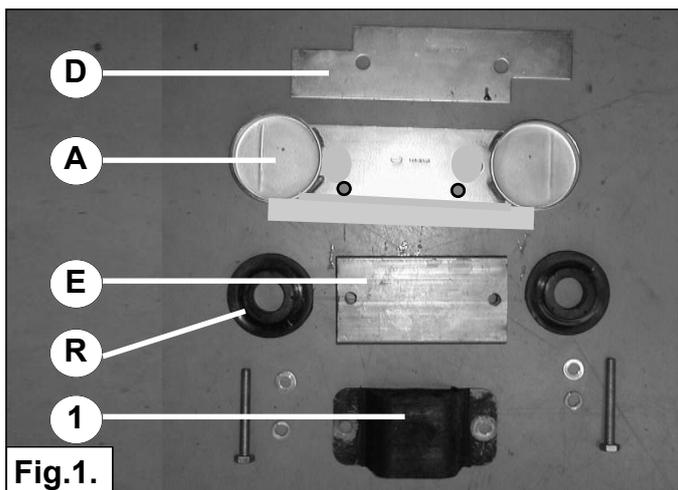

Fig.1.
3. Monteer de vulplaat D, bovenbeugel A, bufferverhoger E en de originele buffer 1 met de bijgeleverde bouten, sluitringen en veerringen. Zie fig 1 en 2. Monteer de bovenbeugel zo dat de hulpveren zo ver mogelijk naar de binnenzijde van de auto komen te staan.
3. Fit the filling plate D, upper bracket A, bump stop filling block E and the original bump stop 1 with the supplied bolts, washers and spring washers. See fig. 1 and 2.
3. Montieren Sie die Auffüllplatte **D** , Bügel **A** , Puffer-erhöher **E** , Puffer **1** mit die originale Pufferbolzen, Ringen und Federringen. Siehe fig. 1 und 2. Montieren Sie die Bügel **A** so das die Federn so weit wie möglich zu dem Innenseite des Fahrzeugs stehen.
3. Montez la cale **D**, le support supérieur **A**, le support de tampon **E** et le tampon d'origine **1** à l'aide des boulons et des rondelles fournis. Voir les figures 1 et 2. Montez le support supérieur de manière à ce que les ressorts auxiliaires soient positionnés le plus possible vers l'intérieur du véhicule.